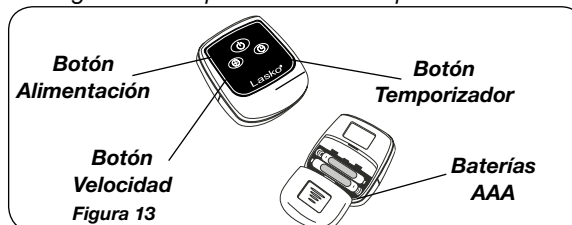

Figura 13
1. Instale la batería (no suministró) como mostrado en la Figura 13. La batería es el tipo "AAA".
INCLINACION: Este Ventilador está equipado de Cabeza de Ventilador de ángulo múltiple para la Circulación del aire por toda habitación o cuarto. Siga lo que se indica a continuación para graduar propiamente el "ángulo de inclinación" del Ventilador. (Figura 13)